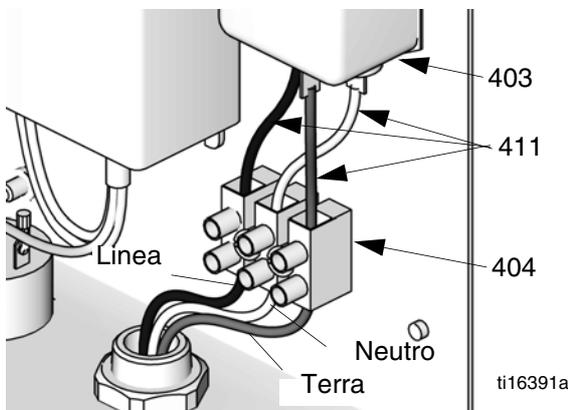
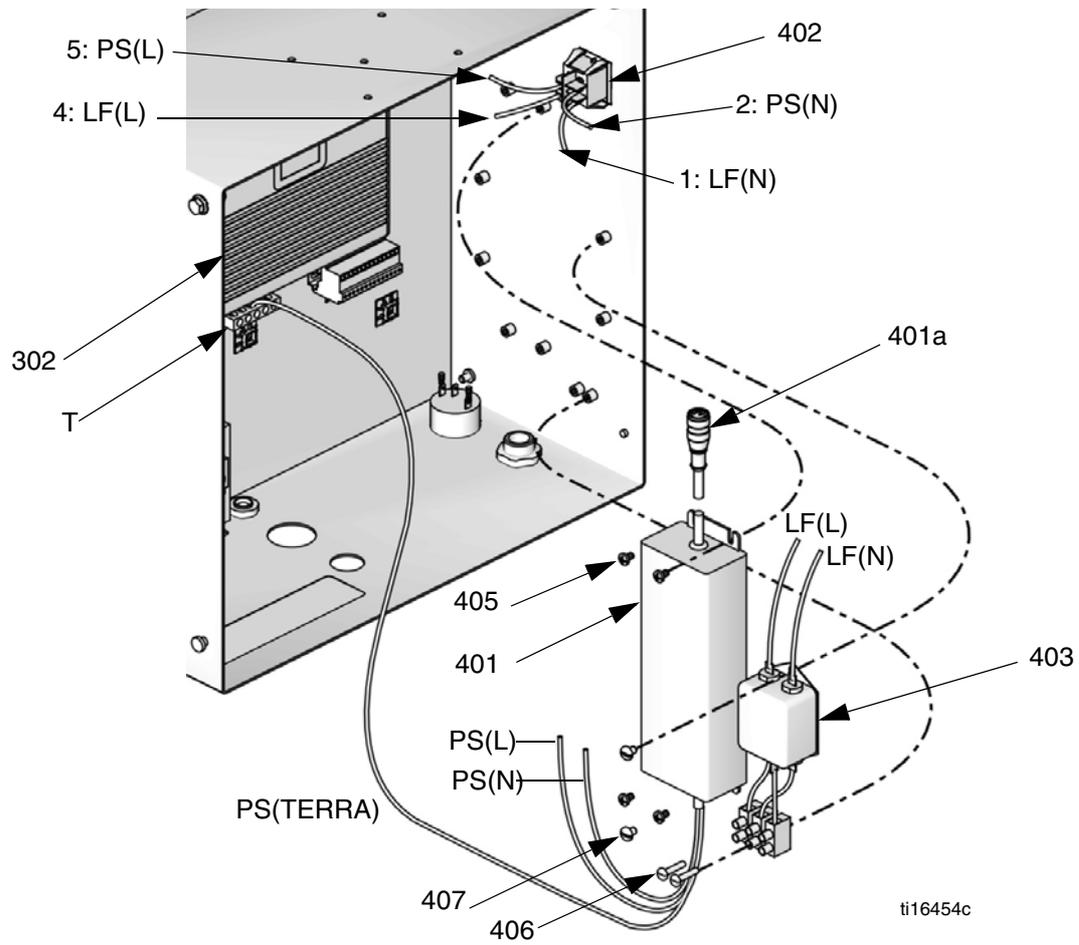

FIG. 5. Collegamenti elettrici alla morsettiere
FIG. 8. Sostituzione dell'alimentatore a parete
4. Vedere FIG. 8. Scollegare il cavo CAN di alimentazione (401a) dal modulo di comando avanzato dei fluidi (302).
5. Scollegare i cavi del filtro della linea e i cavi dell'alimentazione dall'interruttore di alimentazione (402).
6. Scollegare il filo di terra dell'alimentazione, PS(GND), dal terminale di terra del modulo di comando avanzato dei fluidi (T).
7. Rimuovere quattro viti (405) e l'alimentatore (401). Se si sostituisce il filtro, rimuovere due viti (407) e il filtro (403).
8. installare il nuovo alimentatore (401) e il filtro della linea (403) usando le viti fornite (405, 407), come mostrato.
9. Vedere FIG. 8. Collegare il fascio di cavi (410/LF) al filtro della linea (403) e all'interruttore di alimentazione (402), come mostrato. Consultare anche lo schema elettrico.
10. Collegare il fascio di cavi dell'alimentatore (411/PS) all'interruttore (402), come mostrato. Consultare anche lo schema elettrico. Collegare il filo di terra PS al terminale di terra (T) del modulo di comando avanzato dei fluidi.
11. Vedere FIG. 5. Collegare il fascio di cavi (411) al filtro della linea (403) e alla morsettiere (404), come mostrato. Consultare anche lo schema elettrico.